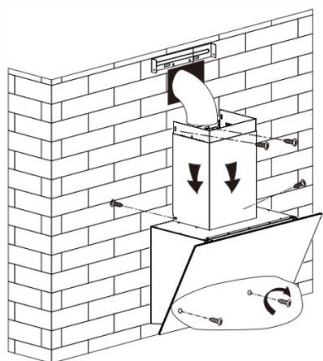

Рис. 6
8. Прикрепите кожух к вытяжке, используя 2 винта ST4x8 мм. Закрепите внешний кожух на стене используя 2 винта ST4x40 мм. Одновременно вытяните воздуховод из кожуха и подключите его к вентканалу. См. Рис. 6.